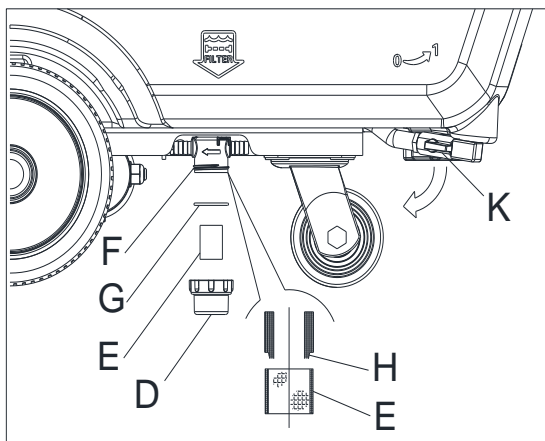

Рис. 23
3. Слейте воду из бака раствора или перекройте вентиль (К, Рис. 23).
4. Снимите прозрачную крышку (D), затем снимите сетчатый фильтр (E). Очистите их и установите их на опору (F).